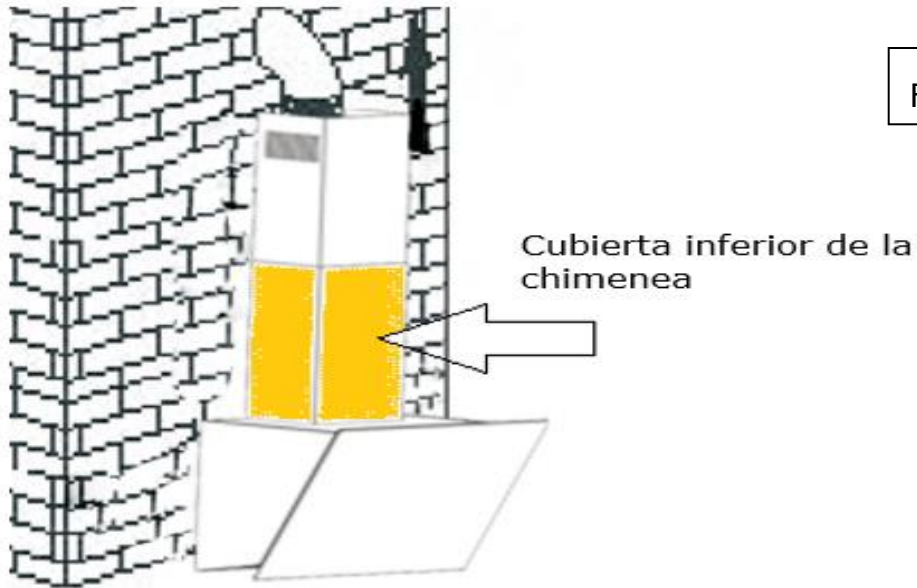
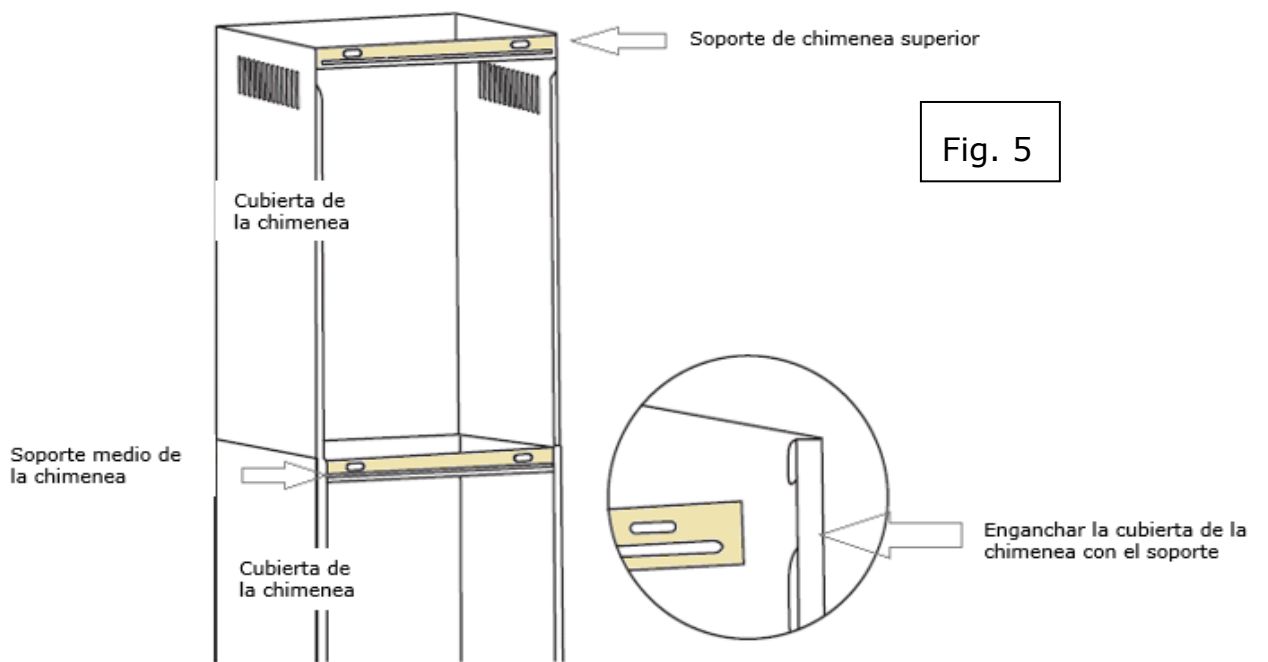

Fig.4
Fig. 5
- Coloque la cubierta inferior de la chimenea en la campana y conecte la cubierta al soporte central de la chimenea que ya está montado en la pared (véase Fig.4 y Fig.5).